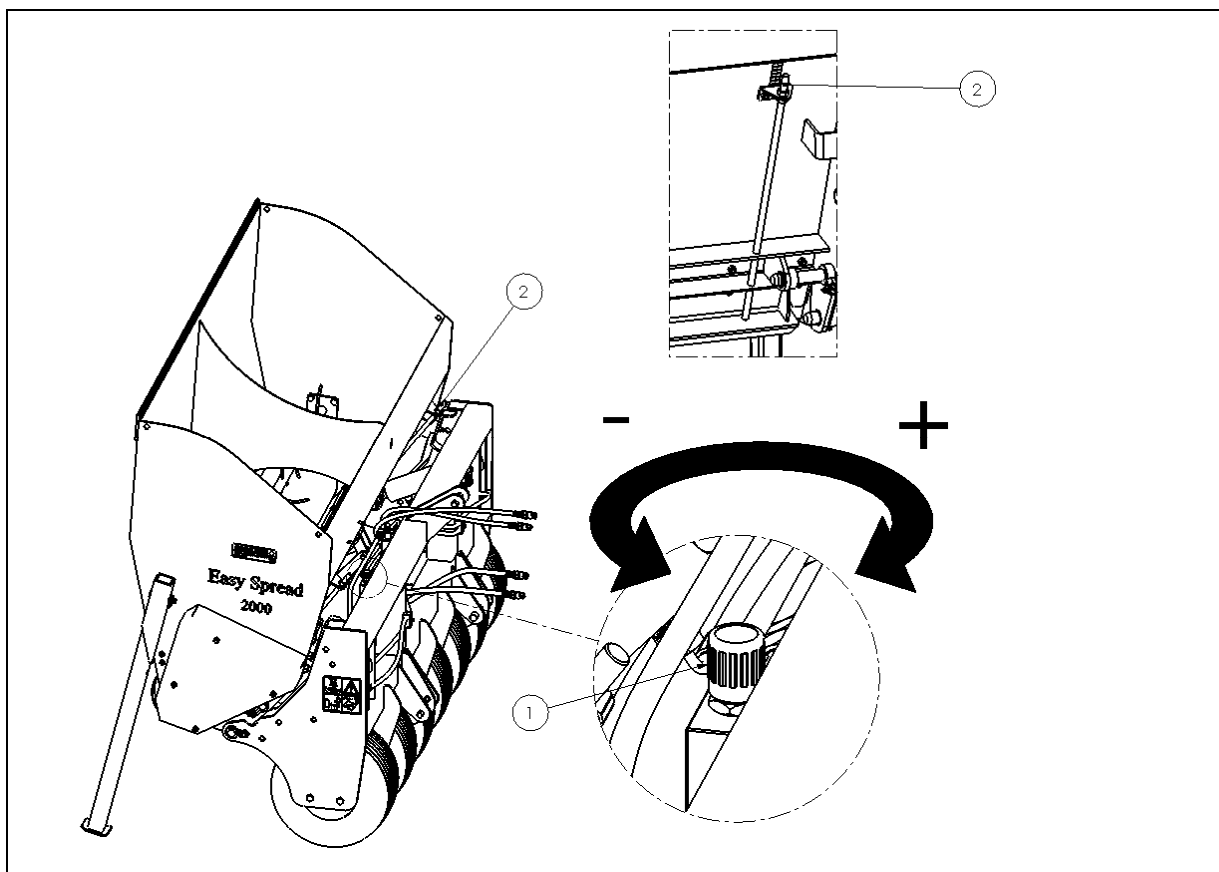

Fig. 9
De snelheid van de strooirol / agitator kan door een regelventiel (1) worden ingesteld. (fig. 9)